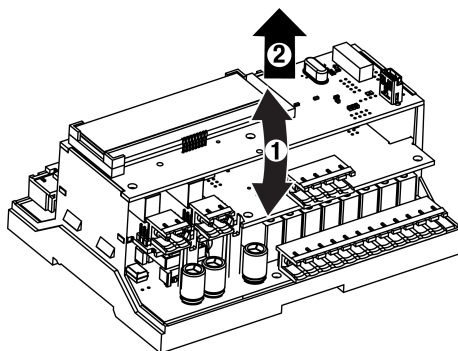

Рисунок 8.3 – Схема разборки ПР200. Демонтаж верхней платы
2. Удерживая у торцов и аккуратно раскачивая, отделить верхнюю плату от штыревых разъемов средней платы (см. рисунок 8.3).